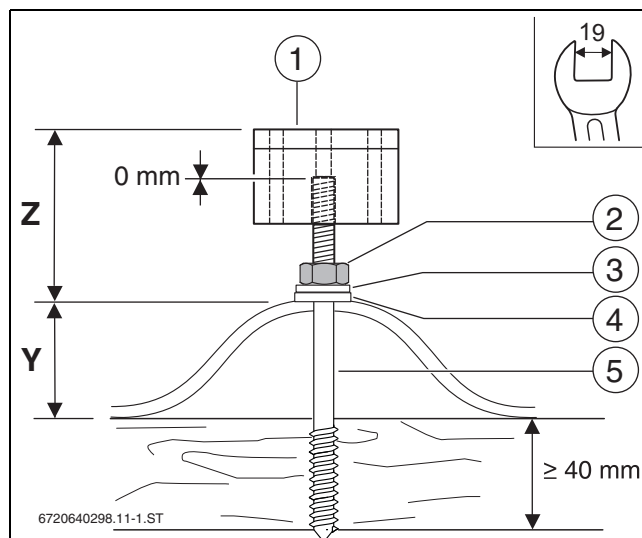

Fig. 29 Patte à vis montée avec écrou-cage
- Visser la patte à vis prémontée avec la clé SW19 jusqu'à atteindre la Cote Z (→ tabl. 14) (→ fig. 29).
- Visser l'écrou (→ fig. 29 [2]) jusqu'à ce que la rondelle d'étanchéité repose parfaitement sur la plaque ondulée.